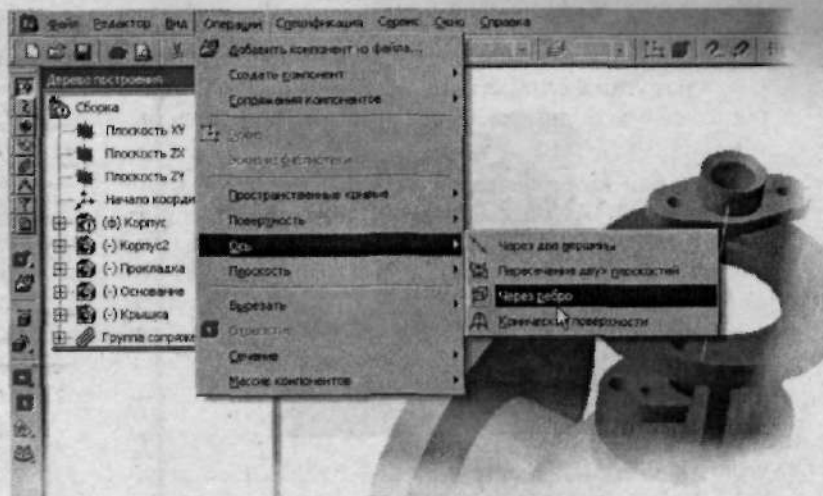

Рис. 3.32. Вызовите команду из Главного меню
4. Из Главного меню вызовите команду **Операции | Ось | Через ребро** (рис. 3.32).